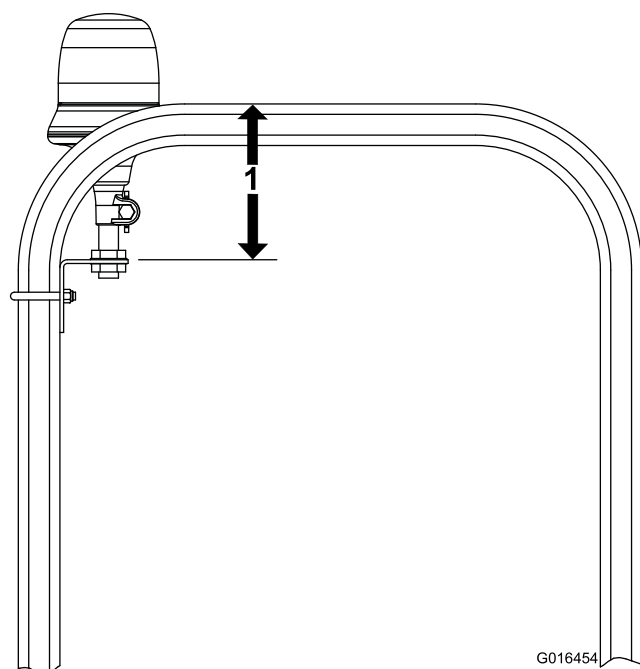

Figura 3
2. Posicione el soporte de montaje de la baliza de manera que quede a 19 cm de la parte superior del ROPS, y apriete las tuercas del perno en U (Figura 3).